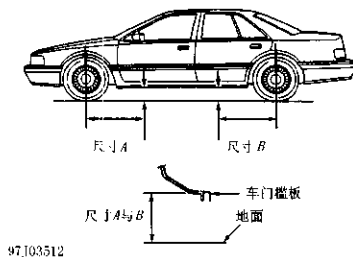

图 5-1 行车高度测量点 (W 车身)
① 从前桥中心测量 23.8in (605mm) 作为 A 的位置。从地面到车门槛板测量尺寸 A (图 5-1)。
② 从后桥中心测量 20.7in (525mm) 作为 B 的位置。从地面到画门槛板测量尺寸 B (图 5-1)。